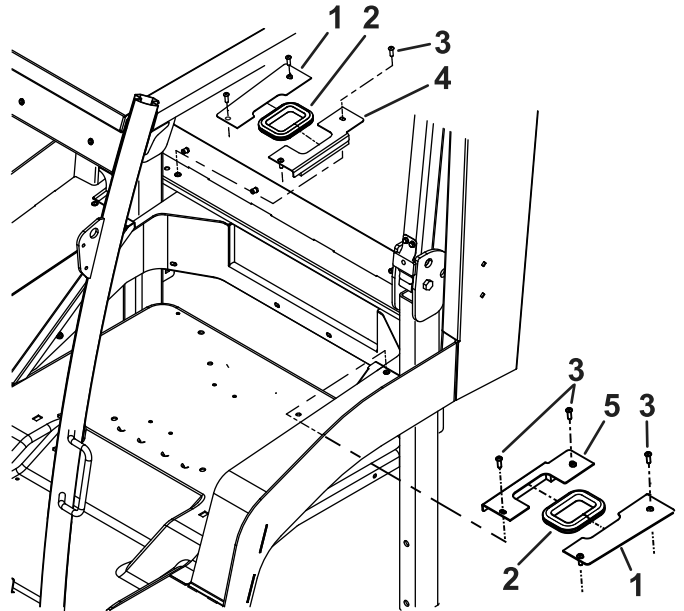

Figure 14
9. Installez les joints de chaque côté de l'arceau de sécurité (Figure 14).
10. Installez le couvercle gauche et 1 couvercle de maintien dans le joint gauche et fixez les couvercles avec 4 vis ($\frac{1}{4}$ " x $\frac{3}{4}$ ") ; voir Figure 14.
11. Installez le couvercle droit et 1 couvercle de maintien dans le joint droit et fixez les couvercles avec 4 vis ($\frac{1}{4}$ " x $\frac{3}{4}$ ") ; voir Figure 14.